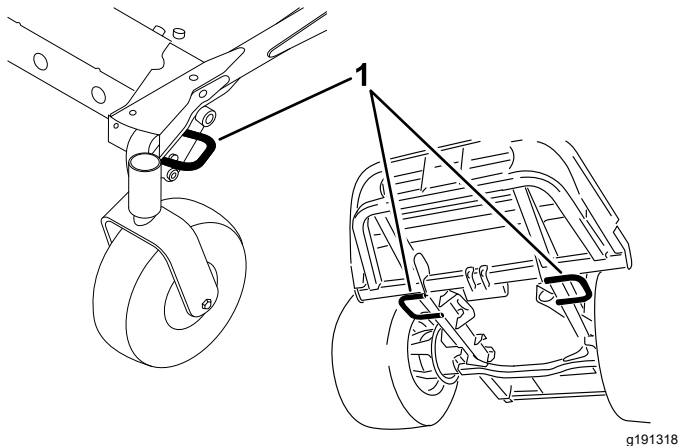

Figura 34
5. Utilice los puntos de amarre de la máquina para sujetarla firmemente al remolque o al camión con correas, cadenas, cables o cuerdas (Figura 34).